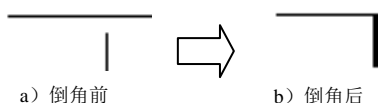
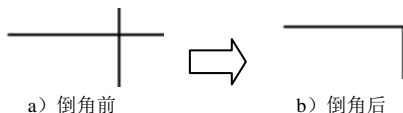

图 6.5.4 通过延长产生距离为 0 的倒角
图 6.5.5 通过修剪产生距离为 0 的倒角
(2) 如果倒角的两个距离为零，那么使用倒角命令后，系统将延长或修剪相应的两条线，使二者相交于一点，如图 6.5.4 和图 6.5.5 所示。